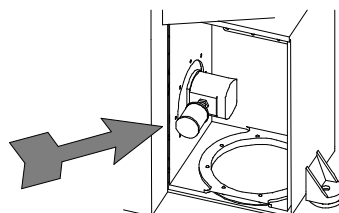

Abb. 21
d) Das Hydrauliköl der Maschine und den entsprechenden Filter (Code 01000133, Detailzeichnung 5-6-7) jeweils nach 8000 Arbeitsstunden auswechseln (Abb. 21);